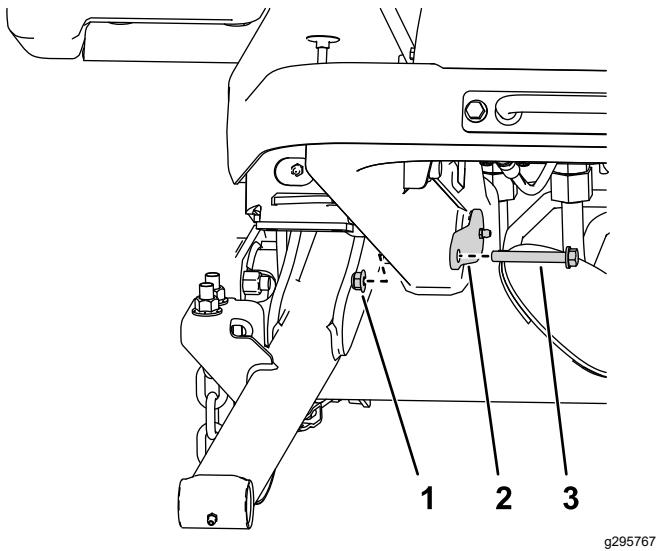

**Figura 6**
2. Utilice 2 pasadores grandes para instalar los brazos de elevación en el bastidor de la máquina (Figura 6).
3. Instale los engrasadores en los pasadores grandes (Figura 6).